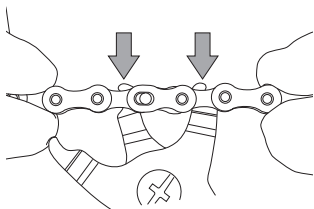

Fig.8
- Introduzca en los eslabones internos, adyacentes al C-Link™, una pinza de cierre del falso eslabón con dientes de grosor inferior a 1,8 mm (Fig. 8).